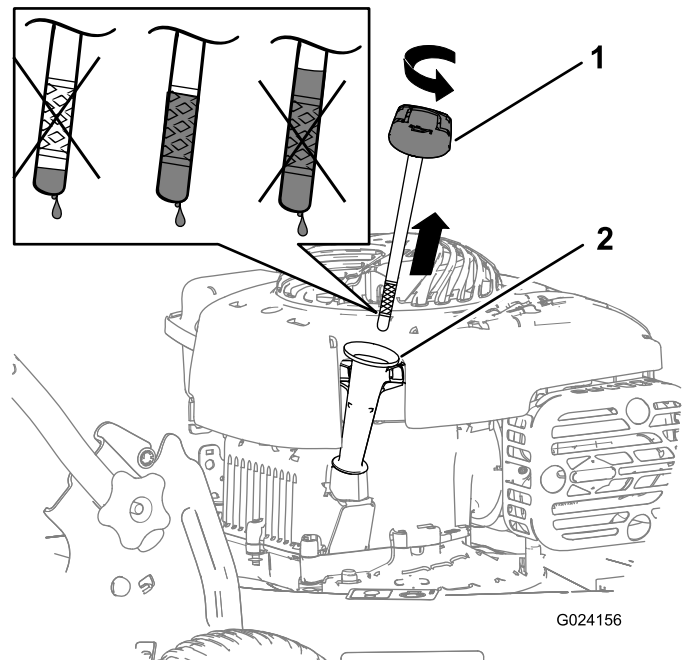

Figure 8
2. Retirez la jauge (Figure 8).
5. Sortez de nouveau la jauge et contrôlez le niveau d'huile ; voir Figure 8.